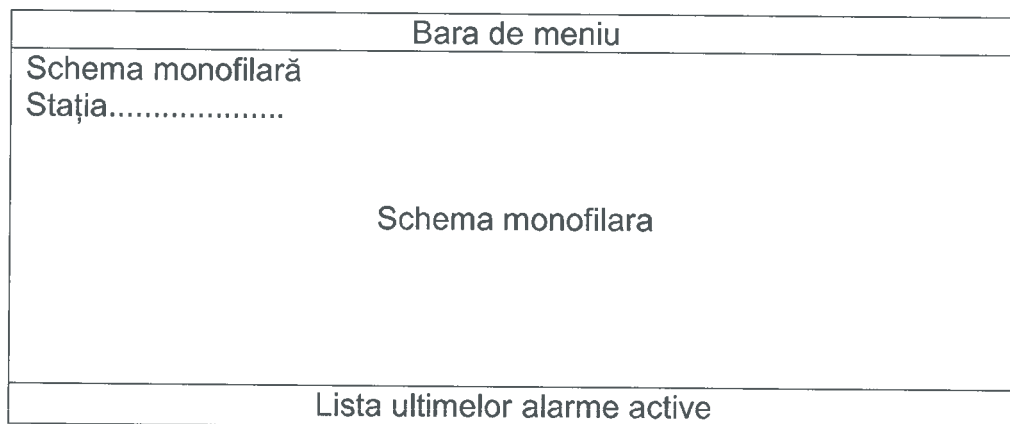

Fig. 8.1
8.1 Ecranul de supraveghere (Ecranul general) (Fig. 8.1, 8.2)